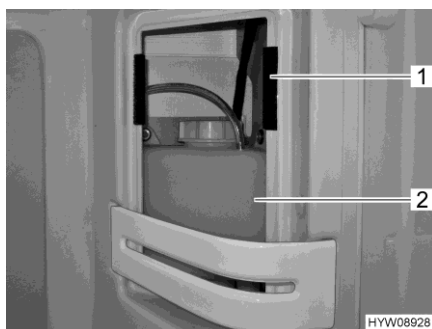

Fig. 172 Vaso d'espansione (riscaldamento ad acqua calda)
- Rimuovere la copertura del vaso d'espansione (Fig. 172,2) a destra e in alto nella doccia. La copertura è fissata con velcro (Fig. 172,1).